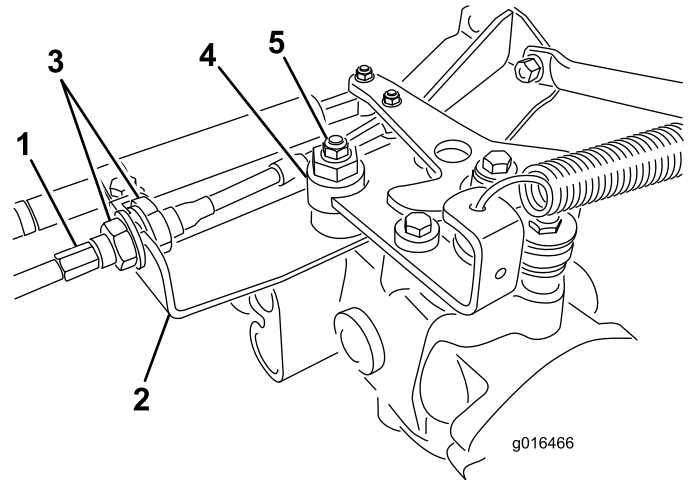

Figura 39
- A. Afloje las dos contratuercas que fijan el cable de control de tracción a la escuadra del hidrostato (Figura 39). Asegúrese de aflojar ambas contratuercas uniformemente, y lo suficiente como para permitir el ajuste.
Nota: Afloje la tuerca que sujeta el excéntrico a la parte superior del hidrostato (Figura 39).
- E. Cuando la rueda deje de girar, apriete la tuerca para bloquear el excéntrico y el ajuste (Figura 39).
- G. Desde cada lado de la escuadra, apriete las contratuercas uniformemente, fijando el cable de tracción a la escuadra (Figura 39). No tuerza el cable.